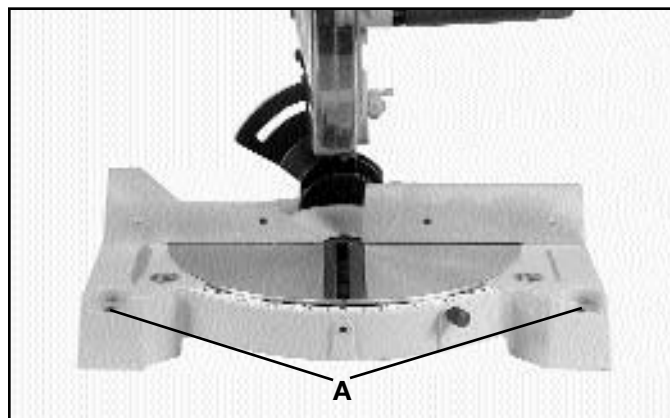

Fig. 10
PRECAUCION: Antes de funcionar su sierra de los ingletes del compuesto, cerciórese de que está montada firmemente al banco de trabajo robusto o a la otra superficie que utiliza. Se proporcionan cuatro agujeros, de los cuales aparecen dos en (A) Fig. 10, para afianzar la sierra a una superficie de apoyo.